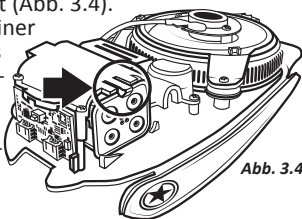

Abb. 3.4
5. Drehen Sie die Bodenplatte um und suchen Sie das Battery-Pack. Achten Sie auf den Riegel, der es fixiert (Abb. 3.4).